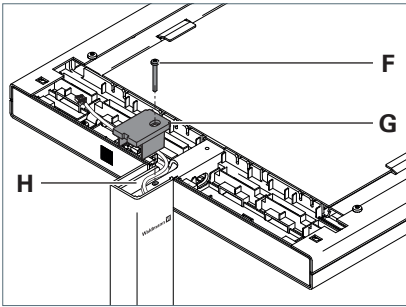

Fig. 3: Leuchtenkopf fixieren.
- Setzen Sie die Abdeckung **G** von oben auf den Tragarm, siehe Fig. 3.